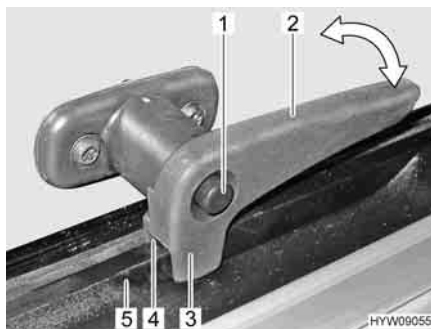

Fig. 33 Leva di serraggio in posizione "Aerazione continua"
- In posizione di "Aerazione continua" (Fig. 33)
- Premere il bottone di sicurezza (Fig. 33,1) e mantenerlo premuto.
- Ruotare la leva di serraggio (Fig. 33,2) di un quarto di giro verso il centro della finestra.
- Girare nuovamente all'indietro la leva di serraggio. Il nasello di chiusura anteriore (Fig. 33,3) della leva di serraggio si trova sul lato interno del telaio della finestra (Fig. 33,5). Il nasello di chiusura posteriore (Fig. 33,4) si trova sul lato esterno del telaio della finestra (Fig. 33,5).
- Rilasciare il bottone di sicurezza (Fig. 33,1).